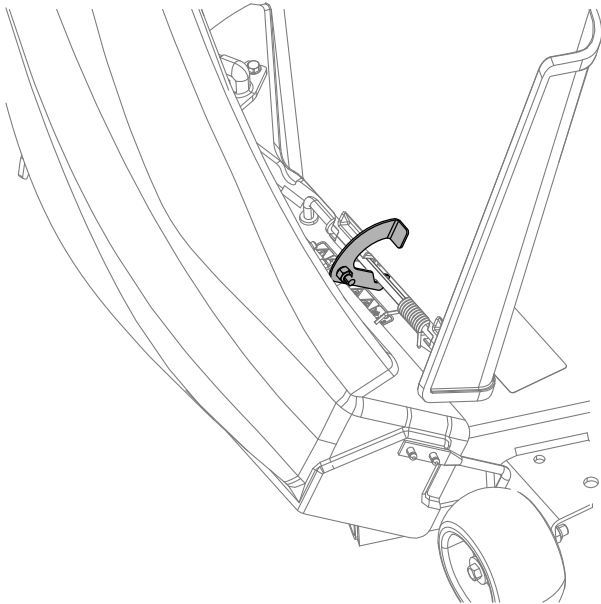
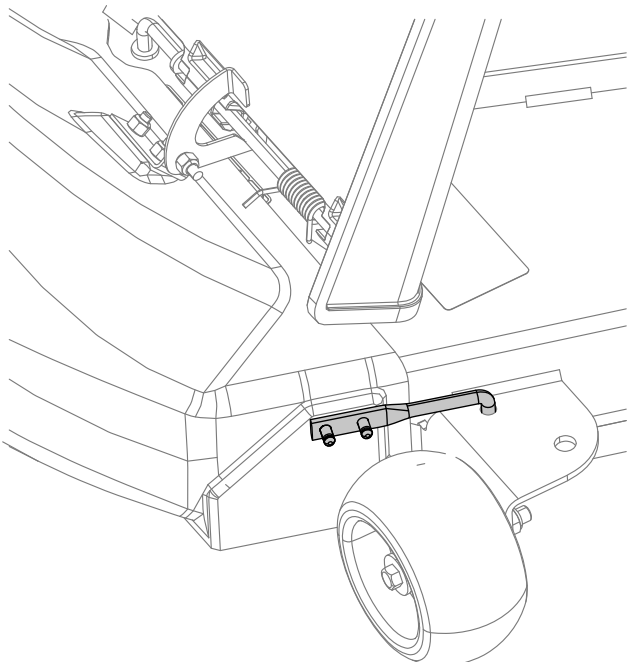

Figura 26
Figura 27
4. En la parte superior del conducto, enganche el cierre en forma de gancho alrededor de la varilla del deflector (Figura 26 y Figura 27).